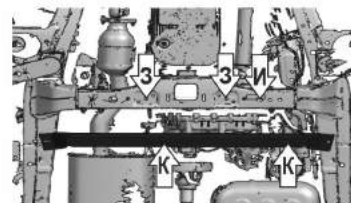

Рис. 4
5. Установить защиту: переднюю часть завести на вкрученные болты М10х25 с шайбами 10 (З) и болт М10х30 с шайбой 10 (И) открытыми пазами (рис.1), нижнюю часть соединить с балкой в точках (К) болтами М8х30 и шайбами 8 (рис.4).